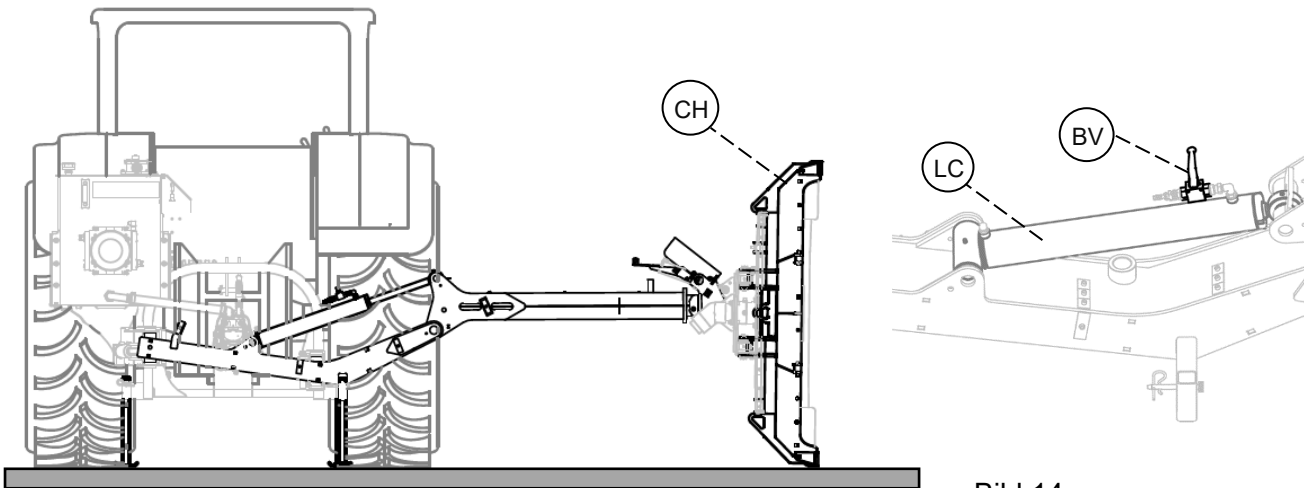

Bild.14
Vik upp klipphuvudet (CH) stående enl. Bild.14 och stäng kranen (BV) på lyftcylinder (LC). Säkerställ att maskinen inte kan falla ner. Stanna utav traktorn och drag åt parkeringsbromsen.